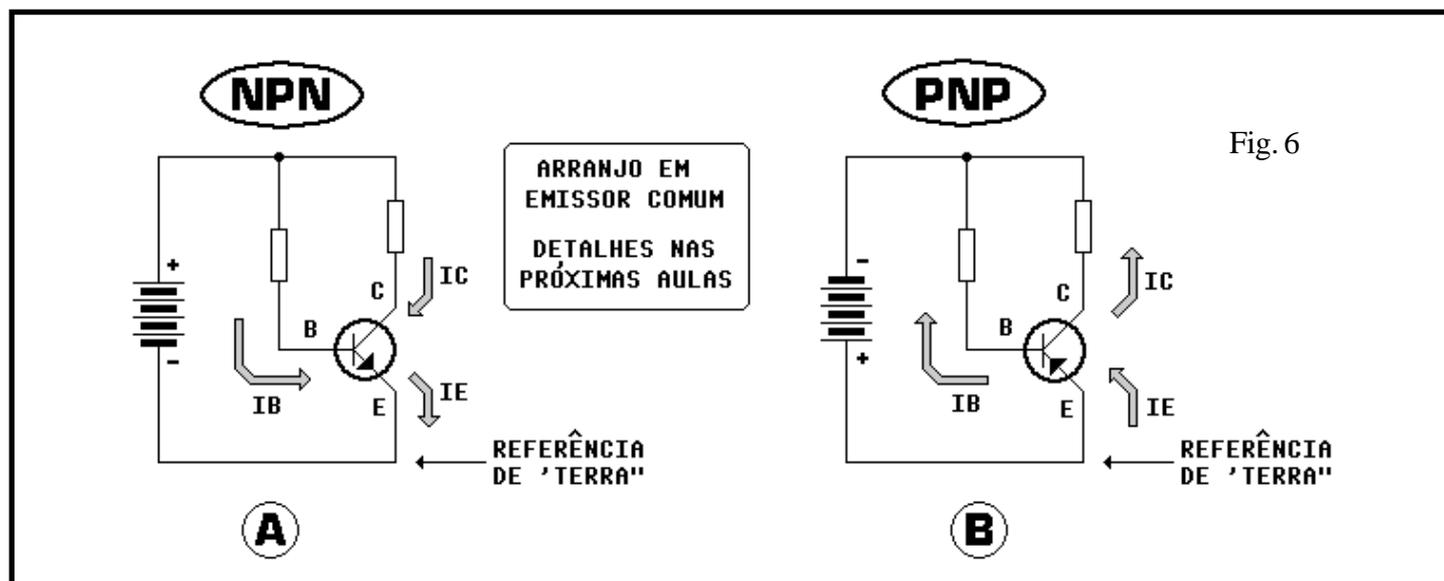

Fig. 6
- FIG. 6 - CORRENTES E TENSÕES NUM TRANSÍSTOR SOB FUNCIONAMENTO
- Em futura Aula do nosso Cursinho, aprenderemos as importantes medições (e os seus instrumentos, os MEDIDORES...) que podem e devem ser feitas nos componentes e circuitos, para uma perfeita análise estática e dinâmica dos seus funcionamentos... A título de exemplo, a figura mostra em A um arranjo típico de amplificador de C.C. para um TRANSISTOR NPN e, em B, o equivalente para um PNP... Essa configuração clássica é chamada de arranjo em **emissor comum** (o EMISSOR *serve* tanto ao bloco de **entrada**, como caminho de retorno para a CORRENTE de BASE, quanto ao bloco de **saída**, para o retorno da CORRENTE de COLETOR, comandada pelo TRANSISTOR e utilizada pela carga ou aplicação (RC). Na figura, as setas indicam o sentido convencional da CORRENTE (do **positivo** para o **negativo**...) em suas várias ramificações ou caminhos... As mais importantes grandezas a serem medidas, calculadas, conhecidas e consideradas, são: